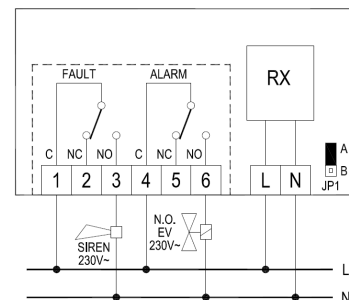

Fig. 9
- Eseguire i collegamenti elettrici seguendo lo schema di collegamento di Fig. 9 o 10 ed il paragrafo "Collegamenti elettrici".
Seguire lo schema di collegamento riportato in Fig. 9 o 10. I morsetti L e N alimentano il ricevitore, e sono da collegare alla tensione di rete 230V ~ con il neutro sul morsetto N. I terminali 1, 2 e 3 sono i contatti tipo SPDT del relè relativo all'uscita di Guasto (FAULT).